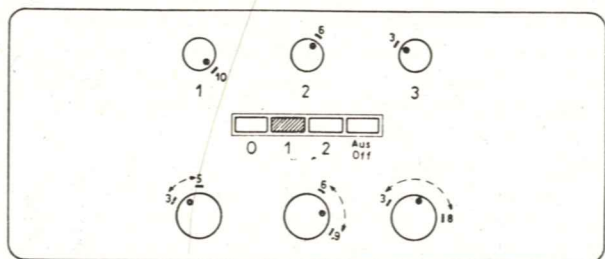

Abb. 5: Beispiel zur Hall-Einstellung
3. Im allgemeinen wird ein allmählich abklingender Nachhall bevorzugt, wie etwa nach Abb. 5.